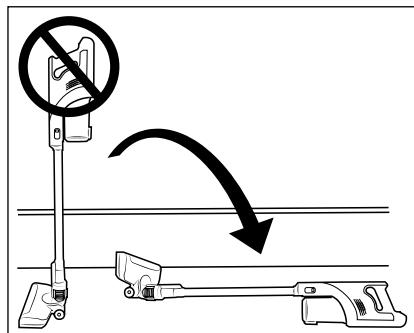

Abb. 9
- Die Saugöffnungen des Gerätes und der Bodenbürste ② und das Saugrohr ④ müssen jederzeit frei sein und dürfen nicht verstopft werden. Verstopfungen führen zu Überhitzung und Beschädigung des Motors.
- Achten Sie darauf, dass der EPA-Filter ⑤ immer eingesetzt ist, bevor Sie das Gerät verwenden.
- Versuchen Sie nicht den Staubsauger aufrecht hinzustellen, wenn Sie ihn zwischenzeitlich abstellen oder aus der Hand legen wollen. Setzen Sie den Staubsauger dafür in die Wandhalterung ⑬ oder legen Sie ihn auf den Boden (siehe Abb. 9 und 10). Der Staubsauger kann ansonsten aufgrund seines hohen Schwerpunkts umkippen und beschädigt werden und unter Umständen beim Umkippen weitere Gegenstände beschädigen.